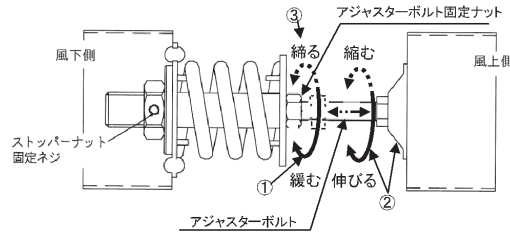

図2-6 スラスト防止ストップのアジャスターボルト調整
- ファン用のスラスト防止ストップが緩んでいないか確認してください。緩んでいる場合はあて板に軽く接するようにアジャスターボルトを調整してください。(図 2-6 参照)